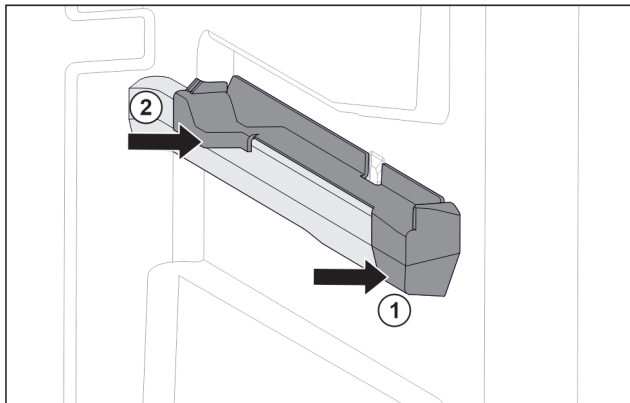

Fig. 19 Pieza de acoplamiento en la nervadura para recipientes derechos
- ▶ Coloque la pieza de acoplamiento delante en la nervadura para recipientes. Fig. 19 (1)
- ▶ Presione la pieza de acoplamiento por detrás. Fig. 19 (2)